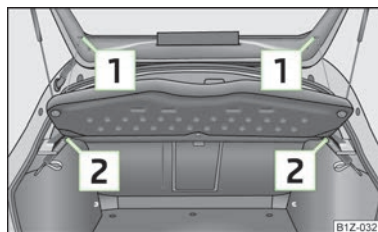

Fig. 55
- Desprindeți benzile de susținere [1] » fig. 55.